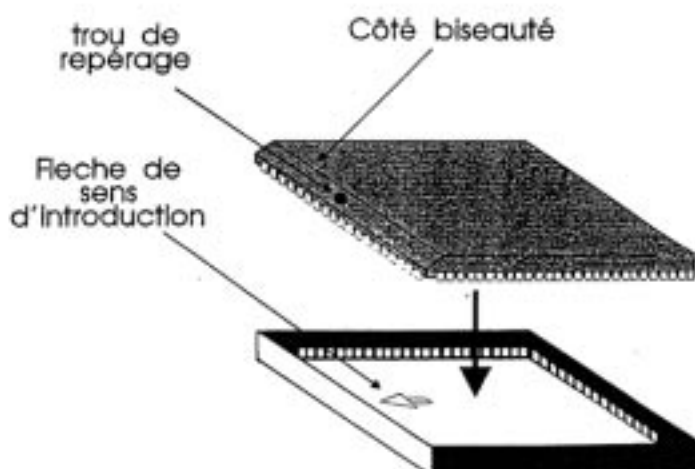

FIGURE 4
- Repérer le sens d'introduction du microprocesseur FIG 4. Le côté biseauté avec un point doit être positionné vers la gauche. (Une flèche est gravée au fond du support, pour le sens d'introduction).